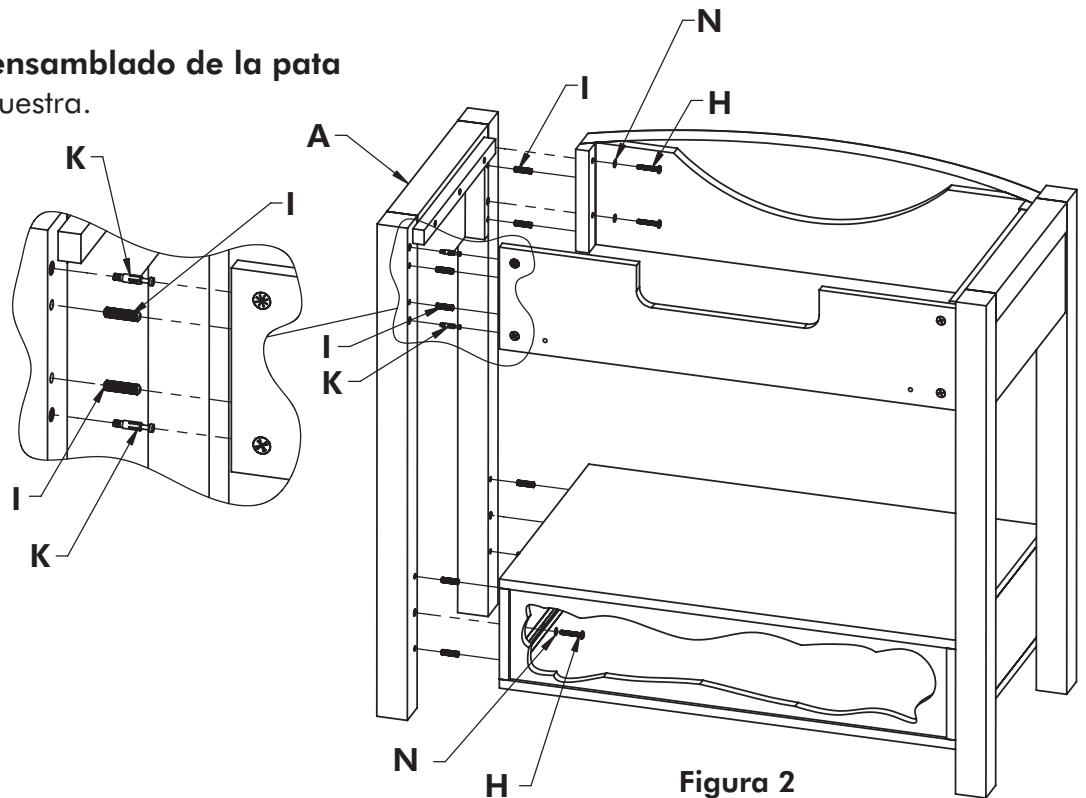

Figura 2
- o Repita el montaje en el **ensamblado de la pata derecha (A)** como se muestra.
- o Vea la figura 2.